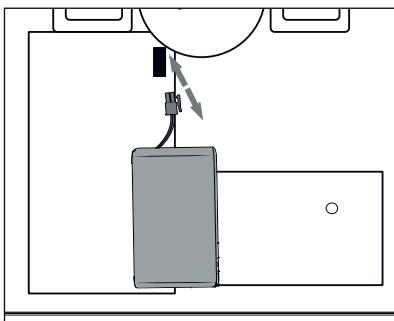

Fig. 17
- Desconecte la conexión de la batería (consulte las figs. 17 y 18) y retire la batería del compartimento de la batería.